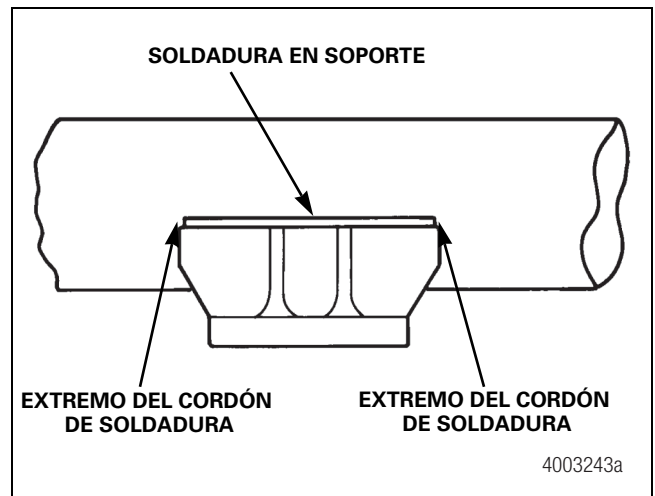

Figura 7.16
- Las fisuras de eje tienden a aparecer en el extremo de las soldaduras de fijación con soporte. Es fundamental evitar las imperfecciones de soldadura como, por ejemplo, cráteres, indentaciones marginales y fusión deficiente en estos puntos. Algunos métodos para evitar las imperfecciones incluyen el uso de parámetros de soldadura correctos, arranque y parada del arco a una distancia corta de los extremos del cordón de soldadura y mantenimiento de la posición y longitud correctas del arco. Figura 7.16.